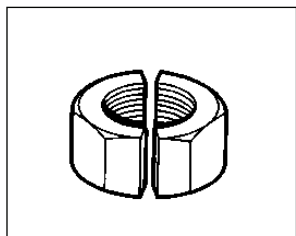

図9: 2回の切断の実施
12. 必要に応じて、1回目の切断に対して180°の角度で2回目の切断を行い、ナットを完全に半分に切断します。図9を参照してください。